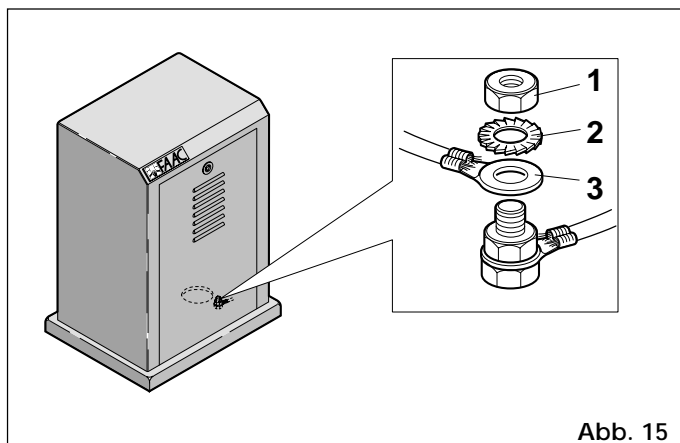

Abb. 15
**Erdungskabel am vorgesehenen Punkt des Antriebbodens anschließen, s. Abb. 15.**